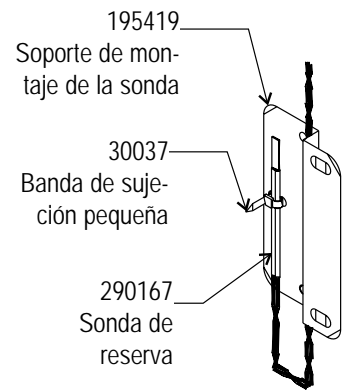

Figura 5-3. Sonda segura
- Tal como se ilustra en la Figura 5-3, inserte la pequeña banda de sujeción a través de las aperturas en la parte frontal del soporte. Asegure la sonda en la parte posterior del soporte con la banda de sujeción.